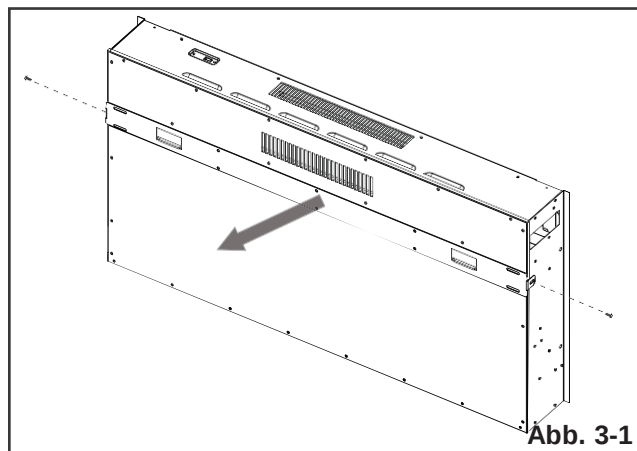

Abb. 3-1
- D. Legen Sie das Gerät mit der Vorderseite nach unten auf eine weiche, nicht abrasive Oberfläche. Entfernen Sie die Wandhalterung von der Rückseite des Gerätes, indem Sie die Schrauben entfernen (**Abb. 3-1**). Legen Sie die Halterung und die Schrauben beiseite.